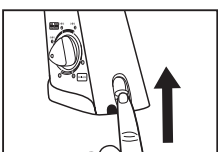

Figura 13
• Para soltar a haste da base, do suporte de parede ou do adaptador da coluna, levante a trava traseira e puxe a haste para trás de acordo com a figura 13.